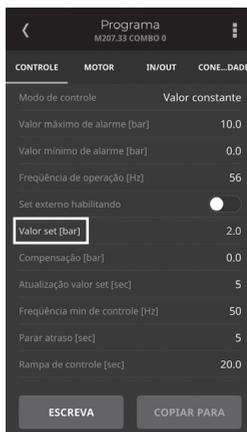

Figura 10 - Acesso menu CONTROLE
9. Dentro do menu PROGRAMA, acesse o menu CONTROLE e encontre o parâmetro Valor Set [bar], conforme Figura 10.